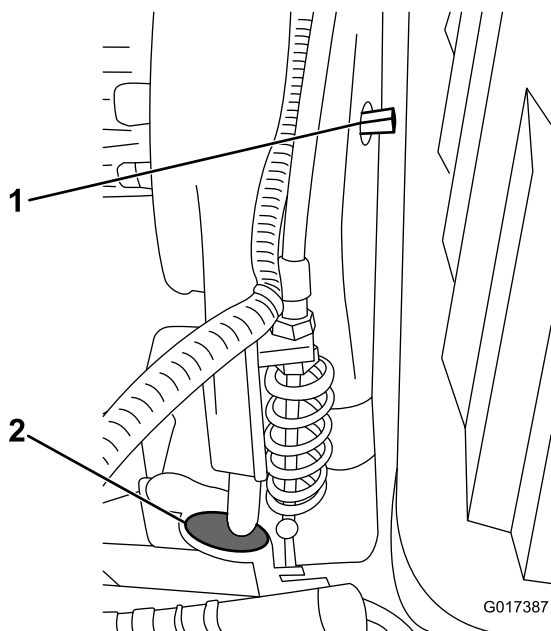
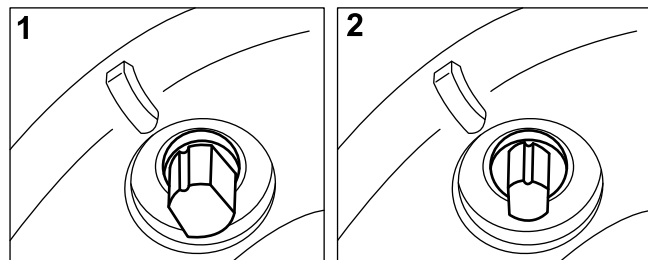

図 49
図 50
リールクラッチへのアクセスが必要な場合には、トランスミッションの正面についているゴム製のプラグを外す 図 49。
トランスミッションのベルトはスプリング付きのアイドルプーリで張りを出しています。ベルトの張りをなくしたい場合には、3/8" のレンチで入・切シャフト 図 49 を適当な位置まで回してください。シャフトを右に 1/4 回転 90° させるとアイドルがベルトから外れてきます 図 50。
**注** トランスミッションの正面についているゴム製のプラグ 図 49 を外すと、クラッチを確認することができます。